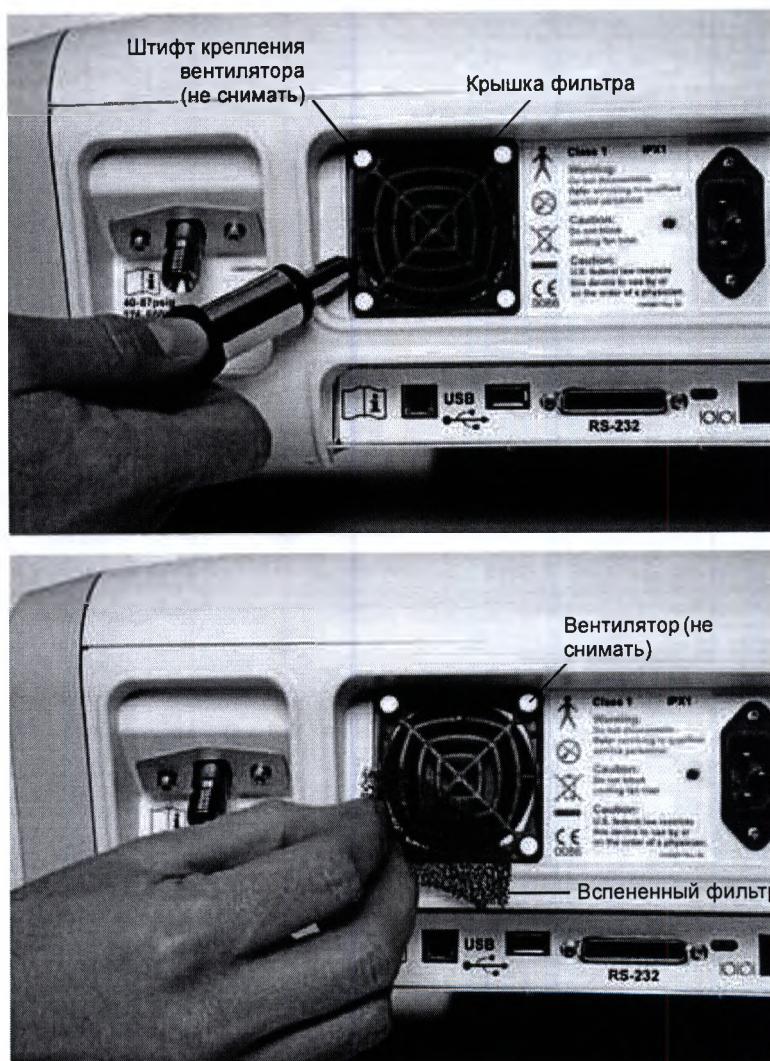

Рис. 9-2. Замена фильтра охлаждающего вентилятора
Почистите или замените фильтр охлаждающего вентилятора, как описано ниже, руководствуясь рис. 9-2:
1. Вставьте плоское лезвие маленькой отвертки между вспененным фильтром и крышкой для фиксации фильтра (рис. 9-2).